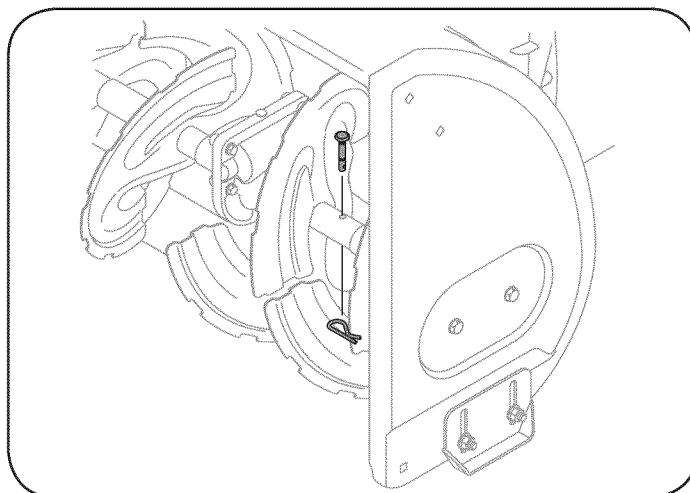

Figura 10
2. En el depósito de combustible hay un indicador de nivel. Llene el depósito hasta llegar al nivel de combustible del indicador. Vea el recuadro de la Figura 10. Tenga cuidado de no llenar en exceso.
Las barrenas están ajustadas al eje espiral con dos pasadores de cuchilla y pasadores de chaveta. La máquina quitanieve ha sido diseñada para que los pasadores se quiebren si la barrena golpea un objeto extraño o un trozo de hielo. Si las barrenas no giran, verifique si los pasadores se han quebrado. Vea la Figura 10.